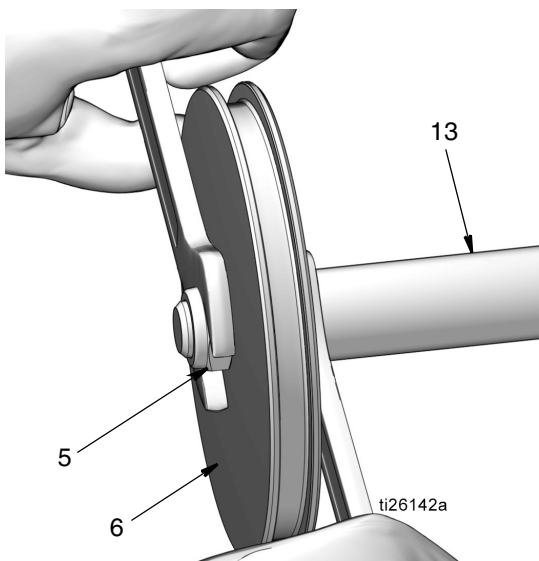

FIG. 51
- d. Monter l'écrou (5) sur l'extrémité de la tige de piston (13). Tourner deux clés dans le sens opposé l'une de l'autre pour serrer l'écrou. Poser une clé à fourche sur les méplats de la tige de piston ; la seconde clé est utilisée pour serrer l'écrou (5) comme indiqué à la FIG. 51.
**REMARQUE :** La clé à fourche posée sur les méplats de la tige de piston n'est utilisée que pour tenir fermement la tige, **ne pas faire** tourner cette clé. Faire tourner cette clé pourrait rayer ou endommager la surface du piston et entraîner des fuites de liquide pendant le fonctionnement de la pompe. Ne faire tourner que la clé posée sur l'écrou (5) pour le serrer. Serrer à un couple de 20,3 à 23,1 N•m (15 à 17 po-lb).